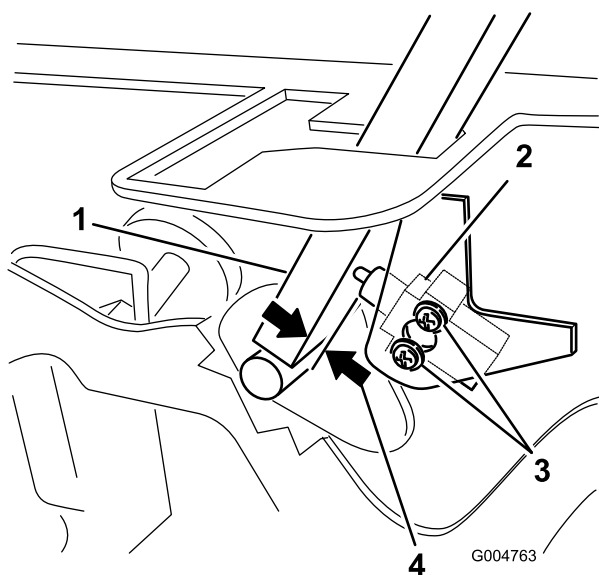

図 59
3. インタロック・スイッチを固定しているネジ 2本を取り外す (図 59)。
バーとスイッチのボディーとの距離が 0.4~1 mm になるように調整する (図 59)。